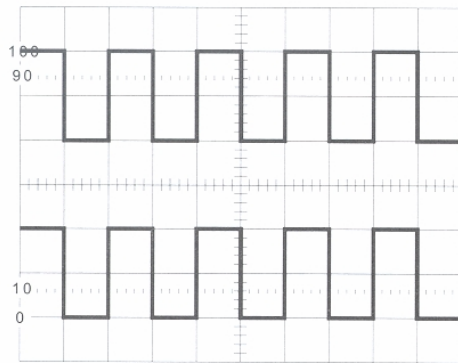

Abbildung 7.3-1
- 7.) Bringen Sie AC-GND-DC Schalter für den CH 2 Eingang in Stellung AC. Am Schirm sollte ein Bild wie in **Abbildung 7.3-1** gezeigt, erscheinen.